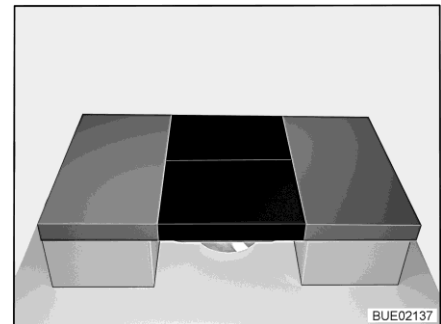

Bild 173 Efter ombyggnaden
- Lägg två extra dynor på bordet (se Bild 173).